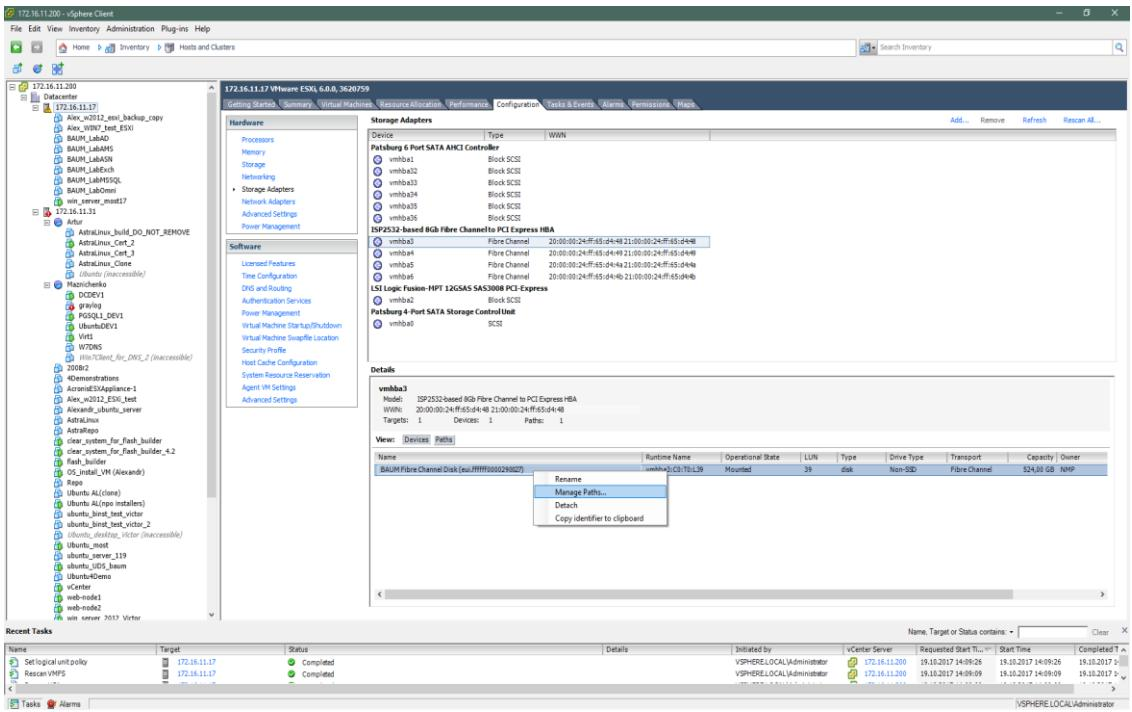

Рисунок 118. FC Configuration
4. Нажмите на правую клавишу мыши на девайсе и выберите «**Manage Paths...**» (см. Рисунок 118).